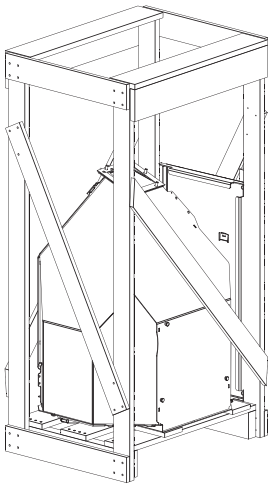
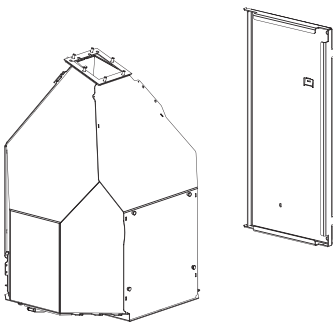

Fig. 11 Rimuovere la gabbia
Fig. 12 Serbatoio e piastra di base
- Rimuovere la gabbia dal serbatoio e dalla piastra di base – Fig. 11, Fig. 12.